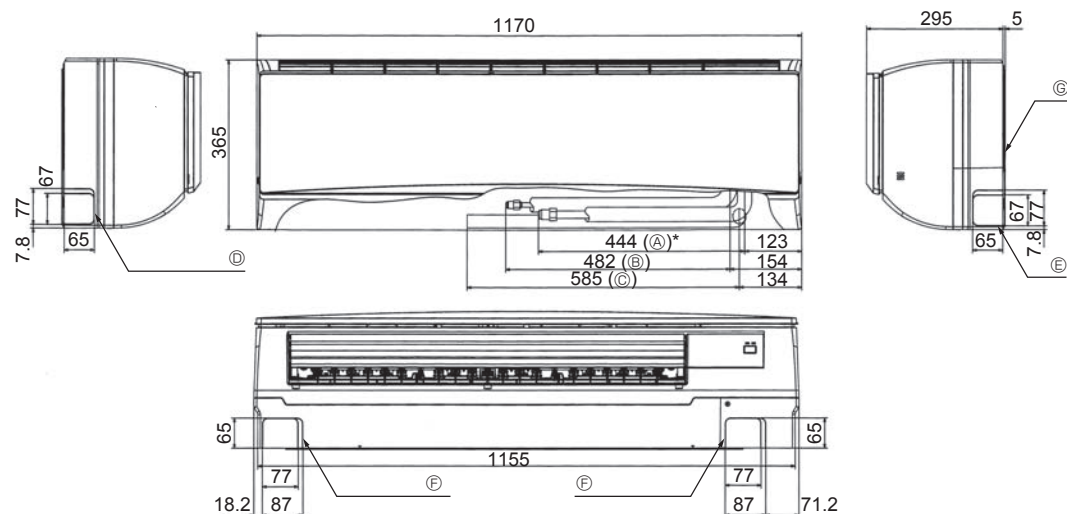
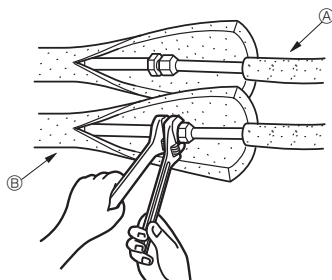

Fig. 4-2
Fig. 4-3
4.3. Positionering av köldmedels- och dräneringsrör (Fig. 4-2)
- (A) Gasrör
- (B) Rör för vätska
- (C) Dräneringsslang
- (D) Anvisningshåll för vänstra rörledningarna
- (E) Anvisningshåll för högra rörledningarna
- (F) Anvisningshåll för undre rörledningarna
- (G) Monteringspanel ①
4.4. Rörledningar för köldmedlet (Fig. 4-3)